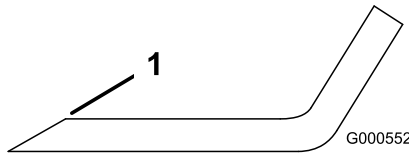

Figure 75
1. Au moyen d'une lime, aiguissez les tranchants à chaque bout de la lame (Figure 75).
Remarque: Si la lame est déséquilibrée, limez un peu l'extrémité de l'ailette seulement (Figure 75).